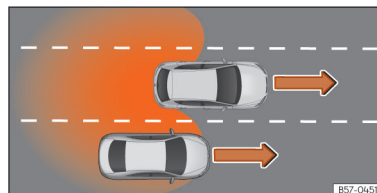

Рис. 118 Випередження центральною смугою із подальшим переходом на праву смугу.
- Коли ви випереджаєте інше авто » рис. 118 з різницею швидкостей приблизно 10 км/год. Якщо випередження відбувається на більшій швидкості, система не видаватиме попередження.